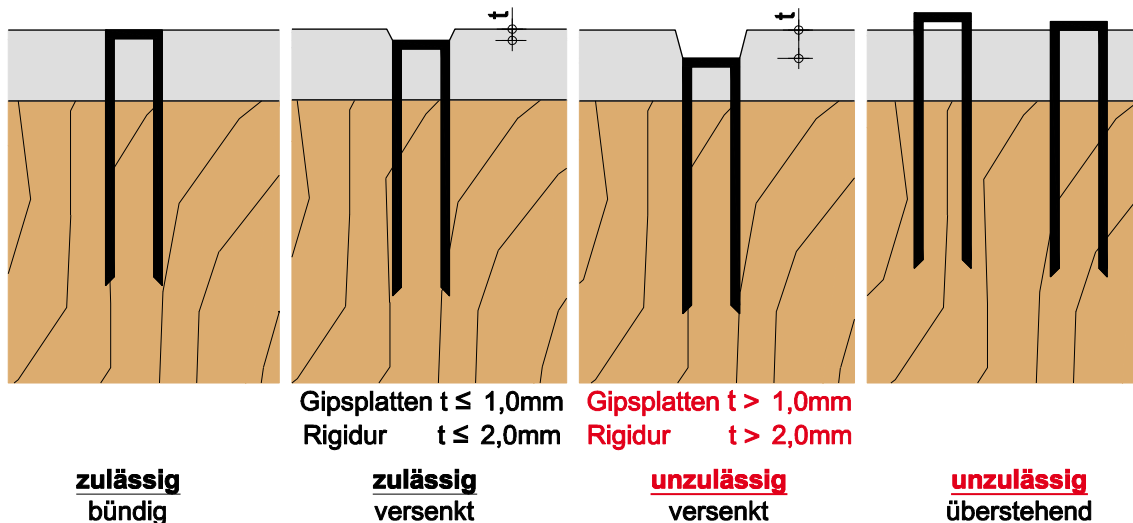

Abbildung 2: Eindringtiefe des Klammerrückens zur Plattenoberfläche
- Möglichst bündiges Versenken der Klammer in der Platte (siehe Abbildung 2)
Generell dürfen die Klammern bezüglich ihrer Eindringtiefe nur wie in Abbildung 2 dargestellt verklammert werden. Die Klammern dürfen nicht überstehen, aber auch nicht zu tief versenkt werden.